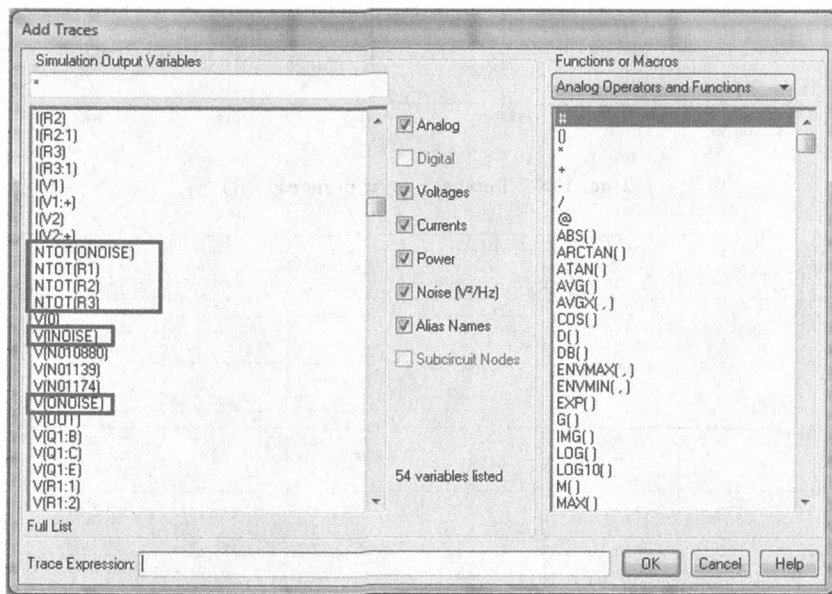

Рис. 13.4. Измеренные составляющие шумов
4. Выполним моделирование и в окне Probe откроем Trace > Add Traces (рис. 13.4). Мы увидим измеренные составляющие шумов, которые можно вывести в виде отдельных графиков или в суммарном виде.